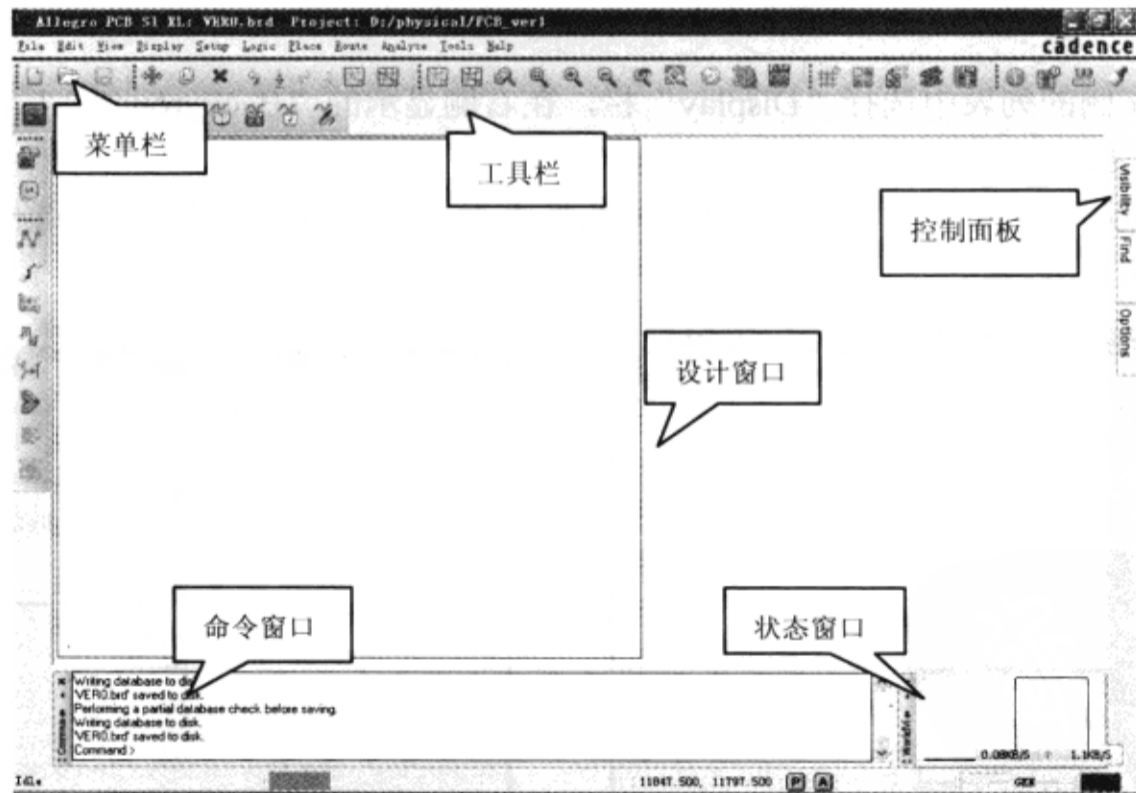

图 2-5-3 “Allegro PCB SI GXL”窗口
(3) 执行菜单命令“File”→“Open”，打开 D:\physical\PCB\_ver1\VER0.brd 文件，如图 2-5-3 所示。